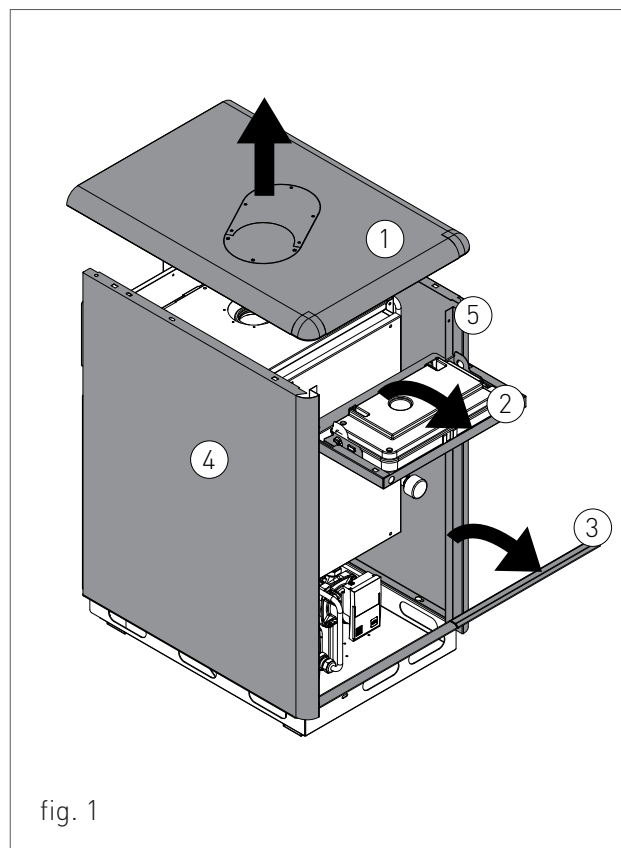

fig. 1
- > estrarre il coperchio '1' (fig. 1) esercitando forza verso l'alto;
- > afferrare il pannello '2' (fig.1) dalla parte superiore e ruotarlo verso il basso. Per estrarre completamente il pannello disimpegnare prima il pannello comandi, della scheda elettronica, dalle staffe di supporto. Poi rimuovere le viti di fissaggio situate internamente nella parte bassa del pannello.
- > afferrare il pannello '3' (fig.1) dalla parte superiore e ruotarlo verso il basso. Per estrarre il pannello rimuovere le viti di fissaggio situate internamente nella parte bassa del pannello.
- > estrarre i pannelli '4' e '5' (fig.1), rimuovendo prima le viti di fissaggio situate nella parte posteriore e inferiore.
- › Seguire la procedura descritta al capitolo 'ACCESSO ALLA CALDAIA' e ruotare il pannello '2' (fig.1);